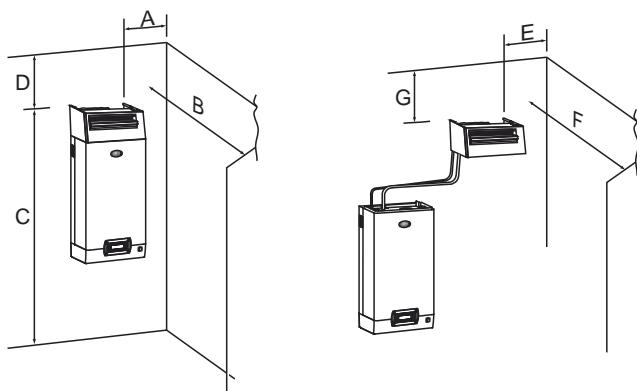

Рис. 3.c
2. Г-образное крепление (см. поз. 1, Рис. 3.с) входит в комплект поставки парораспределительных трубок моделей DP085\* – DP025\*. Более короткие крепления заказываются отдельно (арт. 18C478A088).
Парораспределители для установки в помещениях. Комплектуются вентилятором, способствующим поглощению пара воздухом. Вентиляторные парораспределители VSDU0A\* подходят для увлажнителей производительностью до 18 кг/ч (39.7 фунт/ч), т. е. моделей UR002... UR013. Такой вентиляторный парораспределитель может устанавливаться как прямо сверху увлажнителя, так икрепится отдельно от него на некотором расстоянии при помощи крепления VSDBAS0001 (см. Рис. 3.c). Вентиляторный парораспределитель подсоединеняется к контактам питания увлажнителя в секции электрических соединений (24 В переменного тока, контакты X1, X2).